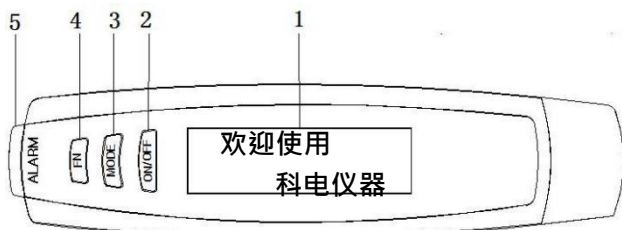

图 2.1.1 外形结构图
(1) 液晶屏；(2) “ON/OFF” 电源开关；(3) “MODE” 模式切换；(4) “FN” 功能键；(5) 报警和工作状态指示灯；(6) 报警声孔；(7) 穿带孔；(8) 电池仓；(9) 开关槽；(10) 开关环：开关电池仓的工具；(11) 系带。具体结构如图 2.1.1、2.1.2 所示。